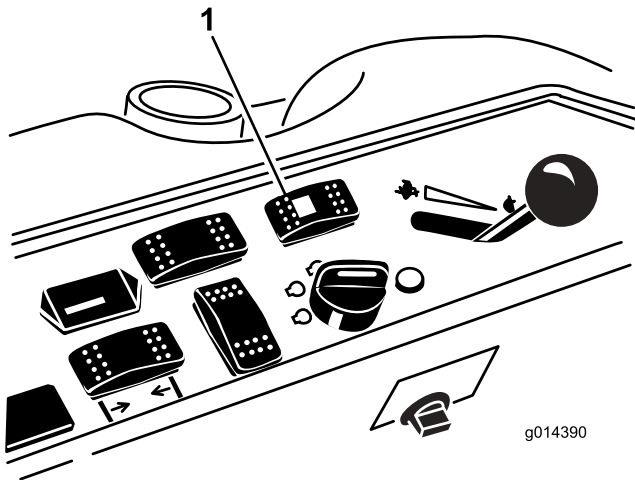

Figure 43
1. Poussez le sélecteur de direction à la position arrière (quatre roues motrices) (Figure 43).